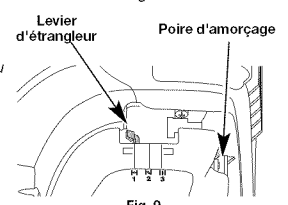
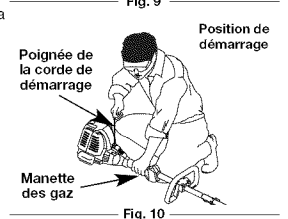

Fig. 9
Fig. 10
AVERTISSEMENT: évitez tout démarrage accidentel. Tenez-vous en position de démarrage lorsque vous tirez sur la corde de démarrage (Fig. 10). L'opérateur et l'appareil doivent tous deux être en position stable pour éviter des blessures graves. Vérifiez la bonne installation de l'accessoire avant le démarrage de l'appareil.
3. Lentement, appuyez 10 fois de suite sur la poire d'amorce. Une certaine quantité de carburant devrait être visible dans la poire d'amorce (Fig. 9). Si l'essence n'est pas visible dans la poire d'amorce, poussez et relâchez la poire jusqu'à ce que l'essence soit visible.
4. Mettez le levier d'étranglement en **Position 1** (Fig. 9).
5. Placez-vous en position de démarrage (Fig. 10). **ENFONCEZ et GARDEZ ENFONCÉE la manette des gaz pendant TOUTES les étapes suivantes.** Tirez 5 fois sur le cordon de démarrage.
6. **Gardez la manette des gaz enfoncée.** Mettez le levier d'étranglement en **Position 2** (Fig. 9).
9. **Gardez la manette des gaz enfoncée.** Mettez le levier d'étranglement en **Position 3** (Fig. 9).
- Lentement, appuyez 10 fois de suite sur la poire d'amorce. Une certaine quantité de carburant devrait être visible dans la poire d'amorce (Fig. 9). Si l'essence n'est pas visible dans la poire d'amorce, poussez et relâchez la poire jusqu'à ce que l'essence soit visible.
- Mettez le levier d'étranglement en **Position 1** (Fig. 9).
- Placez-vous en position de démarrage (Fig. 10). Placez le démarreur électrique ou Power Start Bit™ à l'arrière de l'appareil. Consultez la section *Mode d'emploi* du manuel du démarreur électrique ou de Power Start Bit™.
- ENFONCEZ et GARDEZ ENFONCÉE la manette des gaz pendant TOUTES les étapes suivantes.** Maintenez enfoncé pendant 2 secondes le bouton de démarrage électrique ou de mise en MARCHÉ de la perceuse (I).
- Gardez la manette des gaz enfoncée.** Mettez le levier d'étranglement en **Position 2** (Fig. 9).
- Gardez la manette des gaz enfoncée.** Laissez le moteur se réchauffer pendant 30 à 60 secondes de démarrage électrique ou de mise en MARCHÉ de la perceuse (I) jusqu'à ce que le moteur démarre.
- Gardez la manette des gaz enfoncée.** Mettez le levier d'étranglement en **Position 3** (Fig. 9).